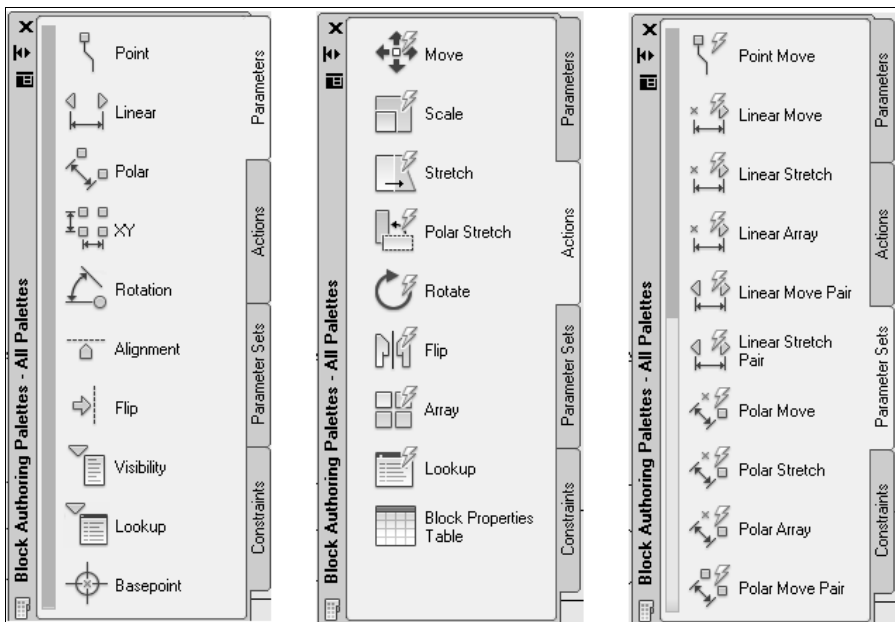

Рис. 17.3. Вкладка параметров и операций в палитре **Block Authoring Palettes**
Параметры динамических блоков (рис. 17.3, слева) определяют точки, расстояния и углы на геометрических объектах блока. С этими параметрами ассоциируются операции так, чтобы указать способ перемещения или изменения элементов блока при его модификации.
Для того чтобы блок стал динамическим, ему следует присвоить хотя бы один параметр и операцию (рис. 17.3, в центре), связанную с параметром.
3. Добавьте параметры геометрическим элементам динамического блока, следуя подсказкам в командной строке. Нужные параметры вызываются с вкладки **Parameters** (Параметры) диалогового окна **Block Authoring Palettes** (Палитры вариаций блоков) (рис. 17.3, слева).
4. Перейдите на вкладку **Actions** (Операции) (рис. 17.3, в центре) и добавьте необходимые операции в описание динамического блока, следуя подсказкам в командной строке и учитывая связь операций с соответствующими параметрами и геометрией блока.
С помощью вкладки **Parameter Sets** (Наборы параметров) (рис. 17.3, справа) диалогового окна **Block Authoring Palettes** (Палитры вариаций блоков) можно одновременно добавлять параметр и связанную с ним операцию.